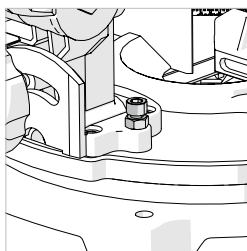

Рис. 11
- В зависимости от ситуации вверните либо выверните винт с помощью шестигранника, чтобы отрегулировать угол (**рис. 11**).